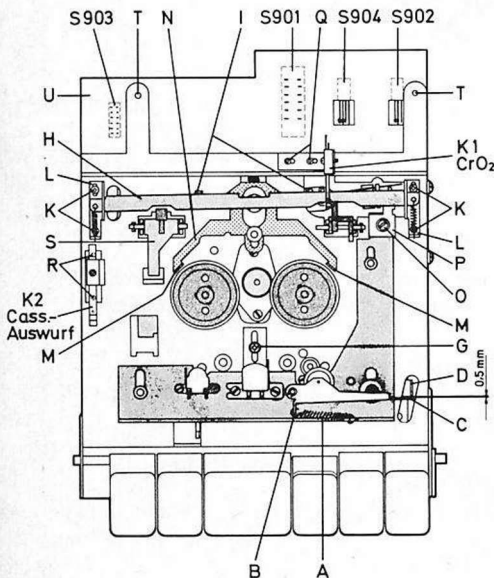

Abb. 26
5.1 Druck der Andruckrolle an die Tonwelle (siehe Abb. 26)
5.4 Einstellung des Umspulmotors (siehe Abb. 26)
5.5 Einstellung des Fixierkeiles für den Kopfschlitten (siehe Abb. 26)
5.6 Einstellung der Bremsen (siehe Abb. 26)
5.7 Einstellung des Umschaltkontaktes K 1 für CrO₂-Cassetten (siehe Abb. 26)
5.8.1 Rückstellkontakt K 2 am Laufwerk (siehe Abb. 26)
5.10 Einstellung der Schiebeschalter S 901 und S 903 (siehe Abb. 26)
5.11 Einstellung der Federsätze S 902 und S 904 (siehe Abb. 26)